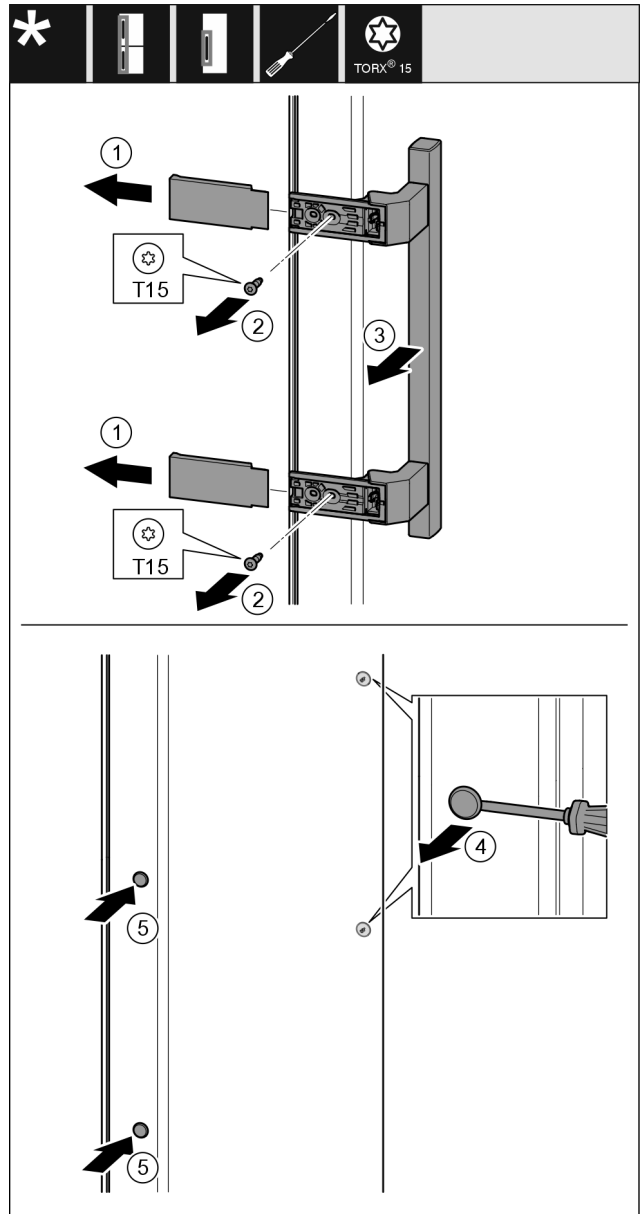

Fig. 29
- Abdeckung *Fig. 29 (1)* abziehen.
- Schrauben *Fig. 29 (2)* mit Schraubendreher herausdrehen.
- Griff *Fig. 29 (3)* abnehmen.
- Seitlichen Stopfen *Fig. 29 (4)* vorsichtig mit einem Schlitzschraubendreher anheben und herausziehen.
- Stopfen *Fig. 29 (5)* auf der anderen Seite wieder einsetzen.